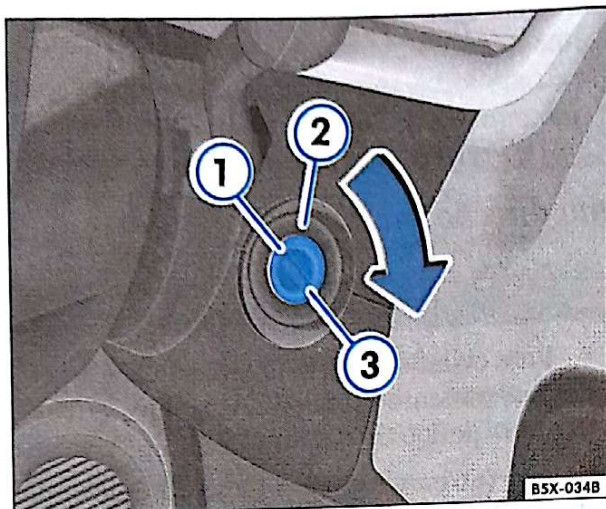

Fig. 96 Posições da chave de ignição
Nesta posição ⇒ fig. 96 ①, o motor e a ignição estão desligados.
Nesta posição ⇒ fig. 96 ②, as luzes indicadoras são acesas.
Nesta posição ⇒ fig. 96 ③, é dada a partida no motor, sendo temporariamente desligados os grandes consumidores elétricos.
⇒ Página 114, fig. 96 para dar partida no motor.
- Gire a chave da ignição para a posição ⇒ Página 114, fig. 96 ①.